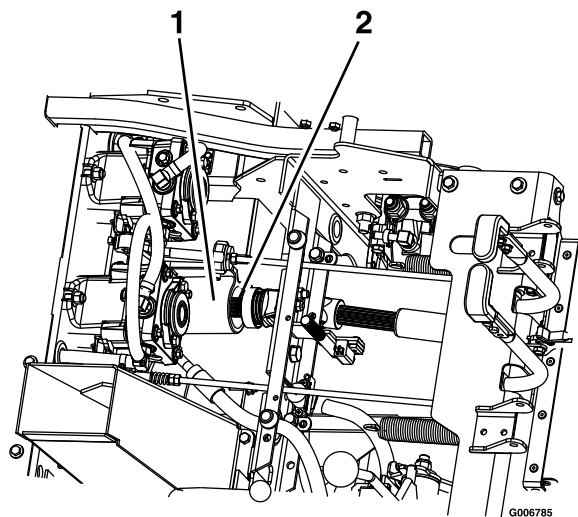

Figura 81
9. Solte o banco e desligue o veio da transmissão utilizando o acoplador rápido no eixo secundário (Figura 81). Consulte Desengatar o banco (página 20)
5. Instale o veio de transmissão no eixo secundário (Figura 81).